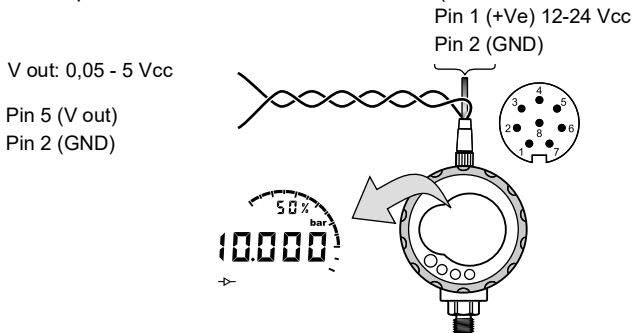

Figura 3-3: Configurazione di esempio: V out
- Accessorio E, vedere la Figura 3-3 a pagina 15 e la Tabella 2-2 a pagina 9.